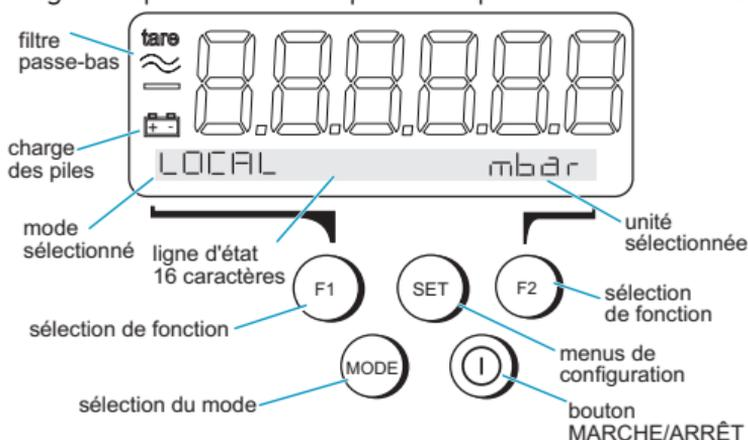

Figure 3-1 Panneau avant de l'instrument
3.1 Généralités (Figure 3-1)
3.2 Modes de mesure (Figure 3-1)